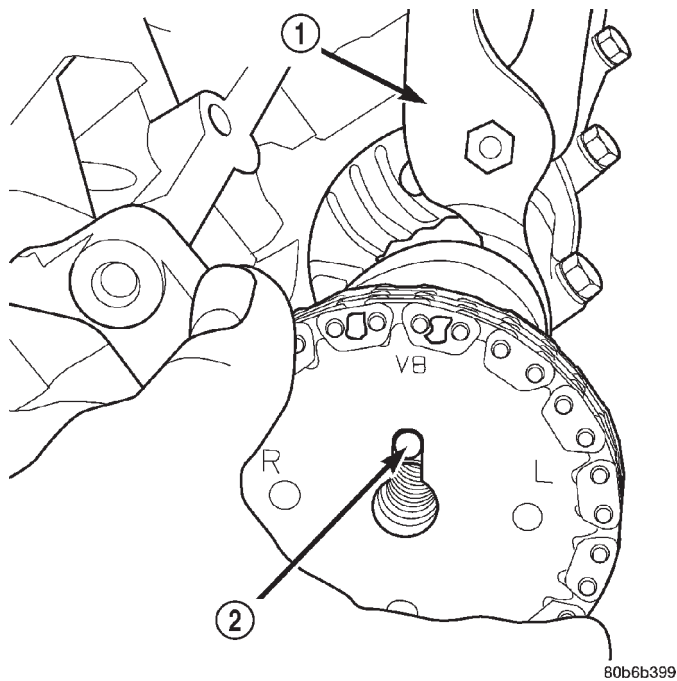

Abb. 8 Ausrichtung des Nockenwellen-Paßstifts am Kettenrad
(5) Unter Verwendung einer Zange mit verstellbarer Maulweite die Nockenwelle soweit drehen, bis der Paßstift der Nockenwelle mit dem Schlitz im Nockenwellenrad übereinstimmt (Abb. 8).